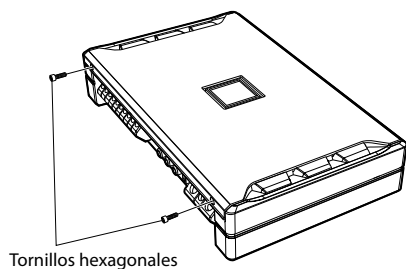

Fig. 1
1. Extraí la llav (Fig. 1
1. Extraiga los tornillos hexagonales con ayuda de la llave hexagonal suministrada (pequeña). (Fig. 1)